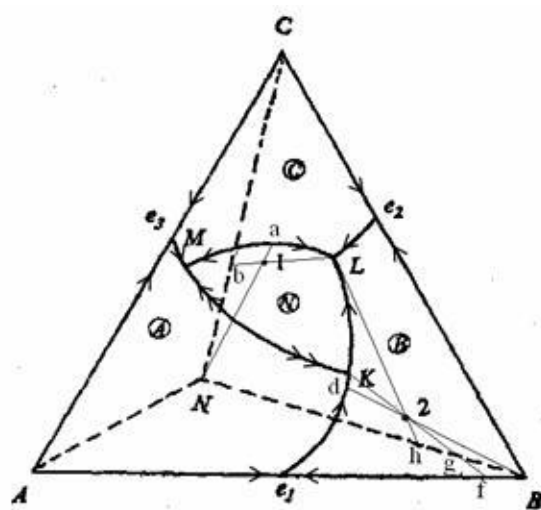

图 6-12
6-24 图 6-12 所示为生成一个三元化合物的三元系统相图。(1) 判断三元化合物 N 的性质；(2) 标出界线上的温降方向(转熔界线用双箭头)；(3) 指出无变量点 K 、 L 、 M 的性质, 并写出相平衡方程；(4) 分析点 1、2 的结晶过程, 写出结晶过程的相平衡表达式。